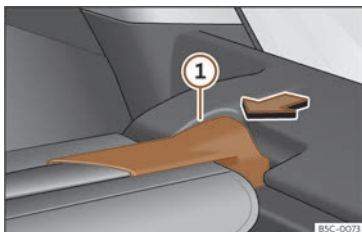

Fig. 186 În portbagaj: demontarea copertinei.
● Apăsați suportul copertinei portbagajului >>> **fig. 186 ①** în direcția indicată de săgeată.
● Cuplați suportul copertinei portbagajului >>> **fig. 186 ①** în locul de pe partea opusă.